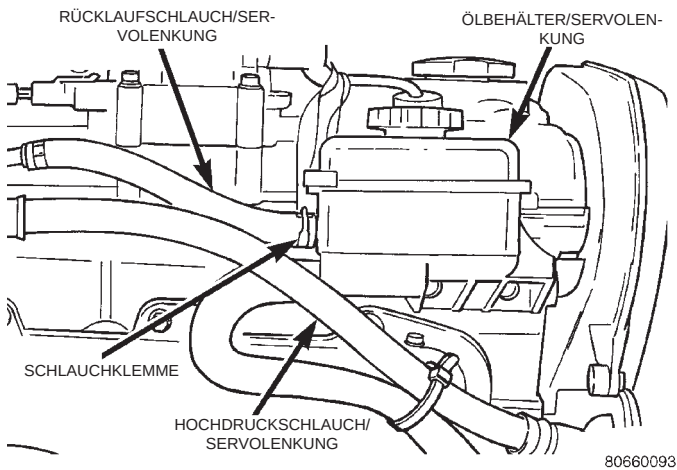
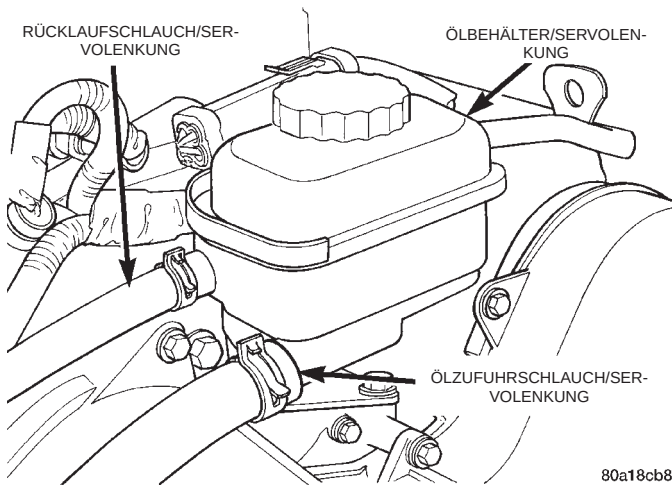
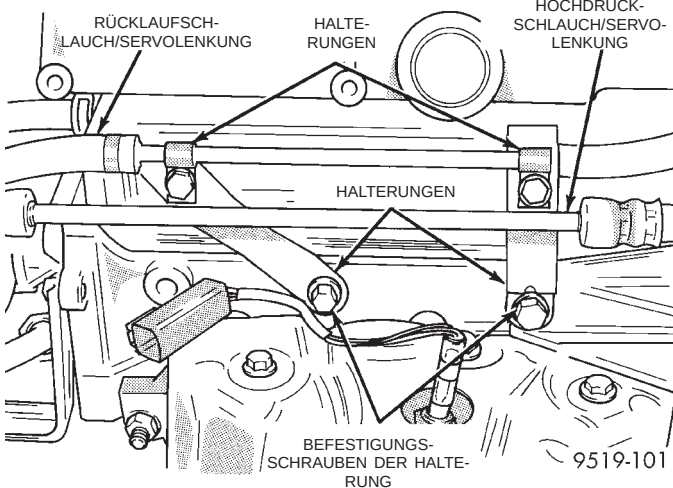

**Abb. 17 Rücklaufschlauch am Ölbehälter, 2.4L-Motor**
**Abb. 18 Rücklaufschlauch am Ölbehälter, 2.5L-Motor**
**Abb. 21 Verlegung der Servolenkungsschläuche beim 2.5L-Motor**
(2) Den Rücklaufschlauch vom Ölbehälter abmontieren (Abb. 17) und (Abb. 18).
(7) Bei Fahrzeugen mit 2.5L-Motor die beiden Halterungen (Abb. 21) lösen, mit denen der Rücklaufschlauch an den Halterungen des Hochdruckschlauchs befestigt ist.
(8) Rücklaufschlauch nach unten aus dem Motorraum ausbauen.
(8) **Bei Fahrzeugen mit 2.5L-Motor** die beiden Halterungen (Abb. 21) einbauen, mit denen der Rücklaufschlauch an den Halterungen des Hochdruckschlauchs befestigt wird.
- (9) Den vorderen Querträger und das Lenkgetriebe zusammen anheben und im Fahrzeug montieren. Anleitungen und weitere Informationen zum Einbau des Querträgers finden Sie im Abschnitt "Lenkgetriebe einbauen" in diesem Kapitel.
- (10) Fahrzeug absenken.
- (11) Rücklaufschlauch auf den Anschlußstutzen des Ölbehälters aufstecken und die zugehörige Schlauchklemme montieren (Abb. 17) und (Abb. 18). **Sicherstellen, daß die Schlauchklemme hinter der Wulst am Anschlußstutzen sitzt.**
- (12) Motor anlassen und einige Sekunden laufen lassen. Dann den Motor abstellen.
- (13) Ggf. Servoöl nachfüllen. Diesen Vorgang so lange wiederholen, bis der Ölstand nach dem Abstellen des Motors konstant bleibt.
- (14) Fahrzeug vorn anheben. Die Vorderräder dürfen den Boden nicht mehr berühren.
- (15) Motor anlassen. Das Lenkrad langsam nach links und rechts drehen, bis es gerade den Anschlag berührt. Dann den Motor wieder abstellen.
- (16) Ggf. Servoöl nachfüllen.
- (17) Fahrzeug absenken. Motor anlassen und das Lenkrad langsam von Anschlag zu Anschlag drehen.
- (18) Motor abstellen. Ölstand prüfen und ggf. Servoöl nachfüllen.
- (19) Wenn das Servoöl stark schäumt, das Fahrzeug einige Minuten abkühlen lassen und die vorstehenden Schritte wiederholen.
- (20) Nach dem Einbau des Schlauchs alle Schlauchanschlüsse auf Dichtigkeit prüfen.